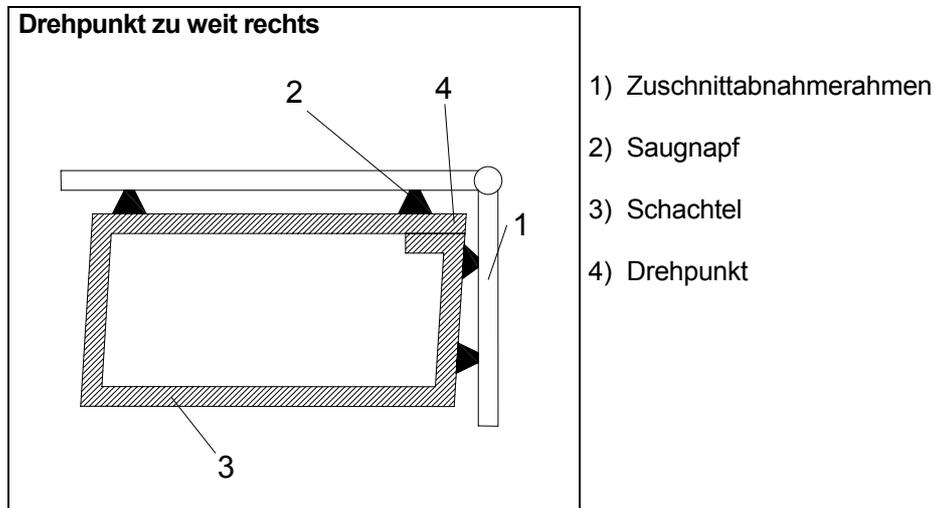

Abb. 4.31
- b. Der Drehpunkt der Schachtel liegt zu weit rechts (Abb. 4.31) die Seitenführungen des Zuschnittmagazins müssen nach links nachgestellt werden (siehe 4.5.2 "Seitenführungen Zuschnittmagazin einstellen").